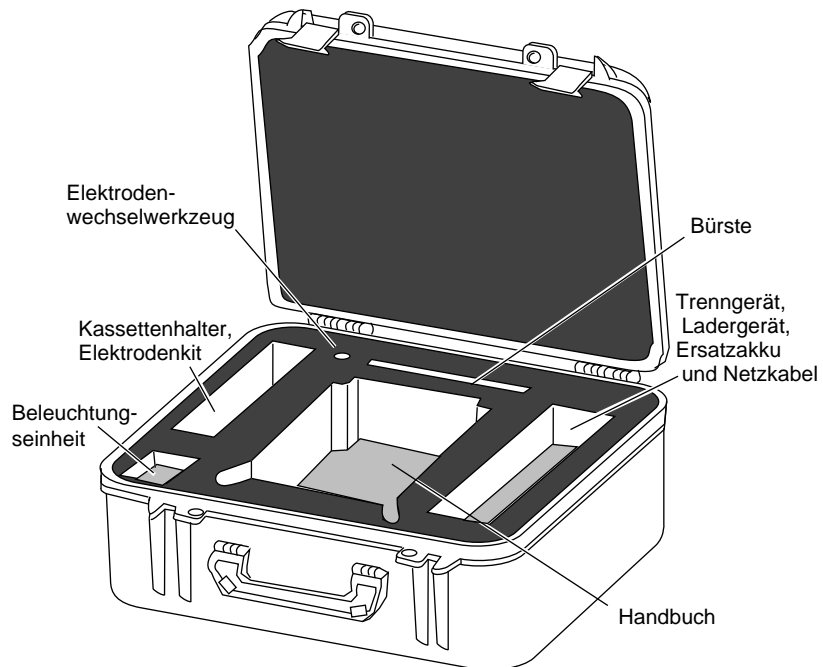

Abbildung 81
8.10 Abbildung 81 zeigt die empfohlenen Aufbewahrungspositionen im Transportkoffer.